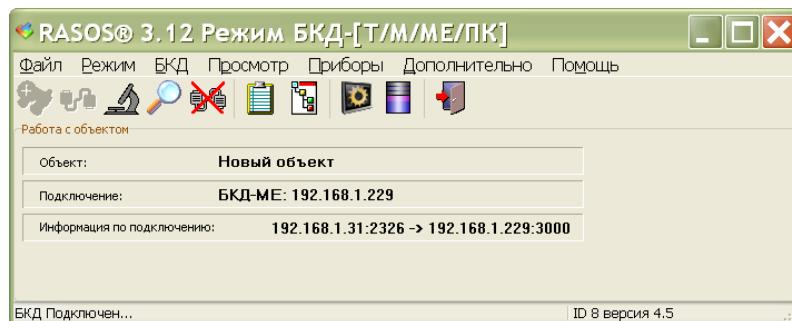

Рисунок 16 - Подключение к БКД-МЕ
4) Программа RASOS произведет подключение к выбранному БКД-МЕ (рисунок 16).